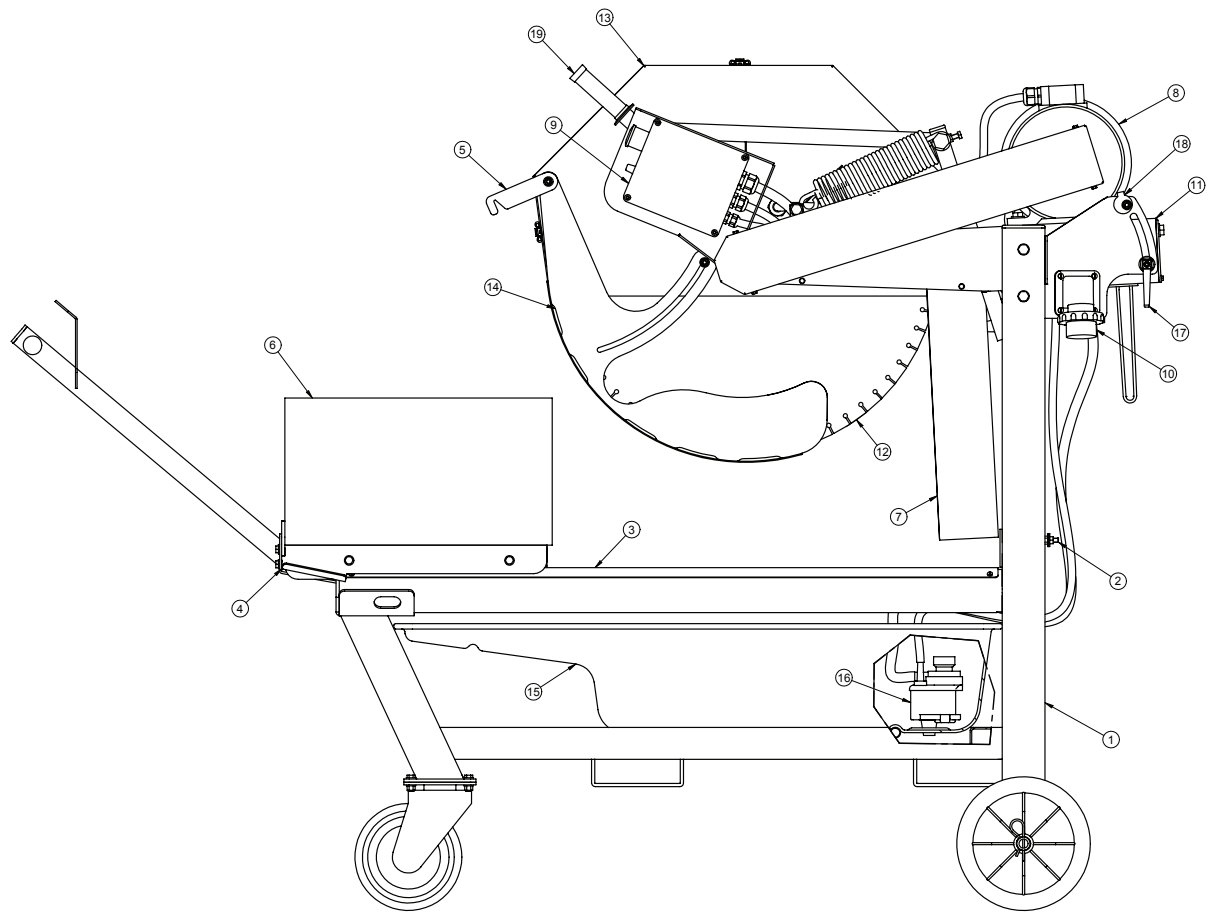

FIG. 1
- Per arrestare il funzionamento della segatrice usare esclusivamente l'apposito interruttore (rif.9, fig.1).